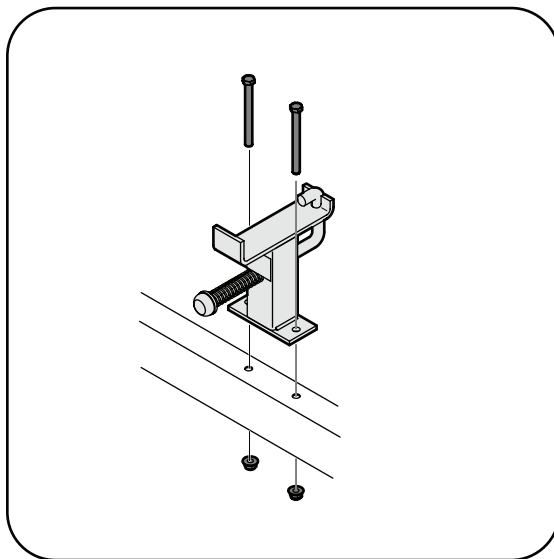

Figura 3-1
1. Retire los dos pernos hexagonales y tuercas de seguridad de la lengüeta. Vea la Figura 3-1.